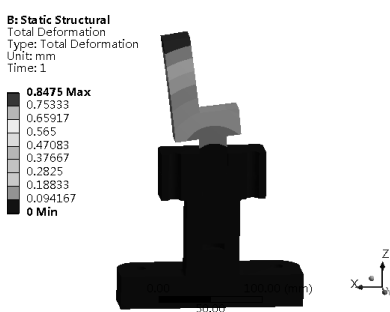

图 13-78 总变形分析云图
Step4: 选择 Outline (分析树) 中 Solution (B6) 下的 Total Deformation (总变形) 选项, 此时会出现如图 13-78 所示的总变形分析云图。